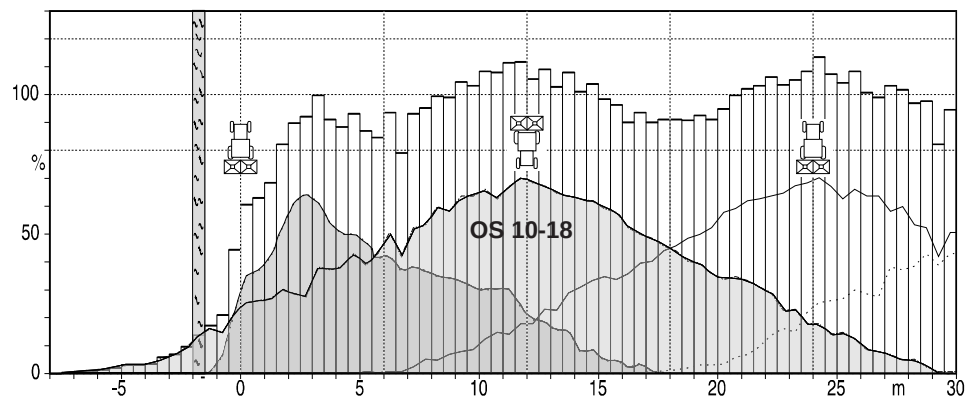

Fig. 4.3
- har kjøredrag med avstander fra 10 henholdsvis 12 m (Fig. 4.3 og 4.4).
Derfor er f.eks. grensespredning (med begrensningsskjerm) med 1,5 m avstand ved 18 m kjøredrag bra, da ingen gjødsel vil bli kastet over feltgrensen. Blir det imidlertid kjørt med den samme spredevinge-stilling (ved noen gjødselslag f.eks. KAS, er det mulig å oppnå en optimal tverrfordeling ved 10-18 m arbeidsbredde med den samme spredeving-stilling) ved 12 m eller 10 m kjøredragavstander, vil OS 10-18 kaste betydelige gjødselmengder ut over grensen (ca. 4,5 hhv. 6,5 m) når det kjøres tilbake (se fig. 4.3)